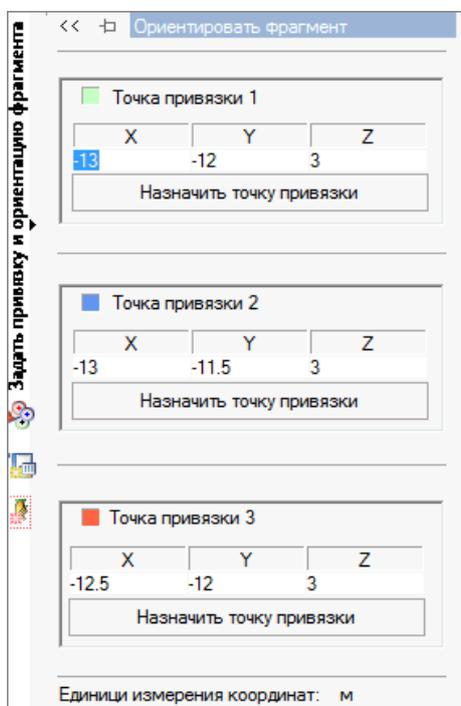

Рисунок 2.118
- указанием координат (рисунок 2.118);